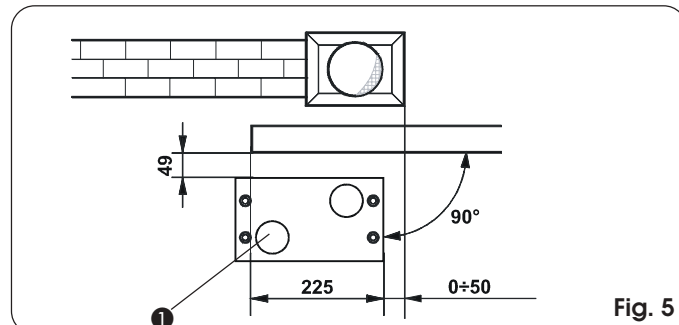
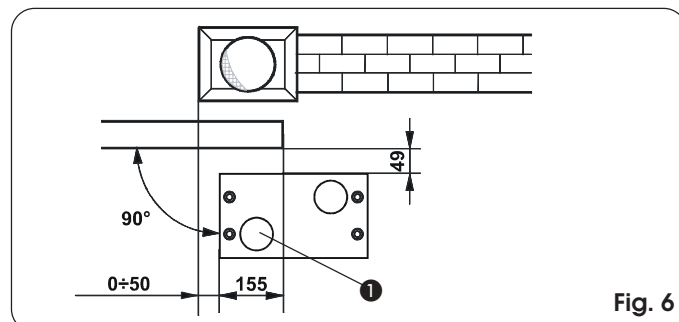

Fig. 5
Fig. 6
- 2) La plaque de fondation doit être positionnée d'après la Fig. 5 (fermeture droite) ou la Fig. 6 (fermeture gauche) pour garantir un bon engrènement entre le pignon et la crémaillère.